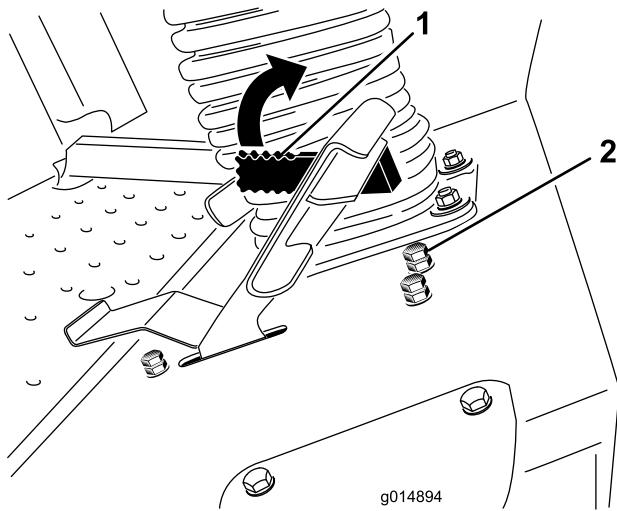

図 61
刈り込み速度リミッタ・レバー図 61を前方に半回転させると刈り込み時の走行速度を制限することができます。
3. 刈り込み速度制限ストップ・ボルトのジャムナットをゆるめる図 61。